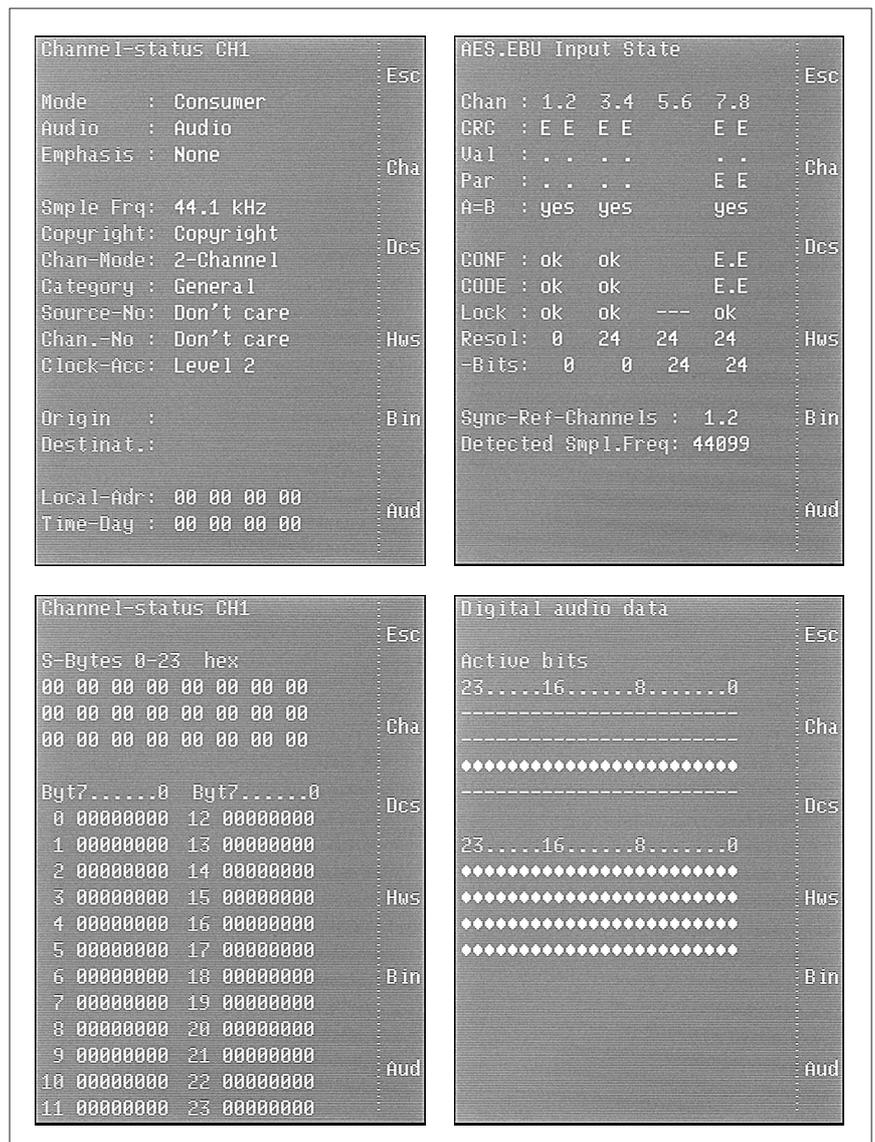

bild D 4-14: Die verschiedenen Anzeigarten des AES/EBU-Statusmonitor
- **Dcs** (siehe Bild D 4-14, oben links)
- **Hws** (siehe Bild D 4-14, oben rechts)
- **Bin** (siehe Bild D 4-14, unten links)
- **Aud** (siehe Bild D 4-14, unten rechts)
siehe Bild D 4-14